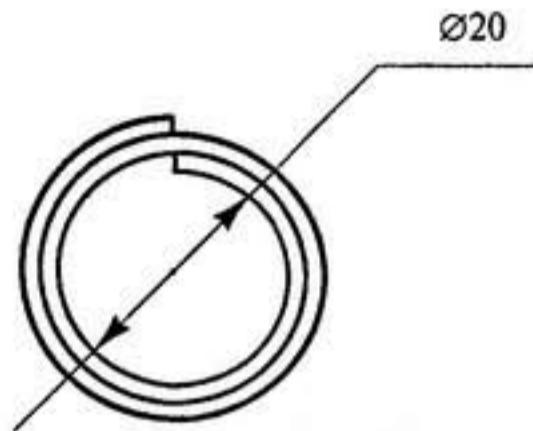

Рис. 240
8. Сделайте из медной (или мягкой стальной) проволоки кольцо. Для этого необходимо взять стержень (металлический или деревянный) Ø20 мм и намотать на него проволоку, сделав два оборота (рис. 240). Лишнюю — откусить кусачками. Можно использовать кольцо для ключей. Диаметр проволоки 1–2 мм.